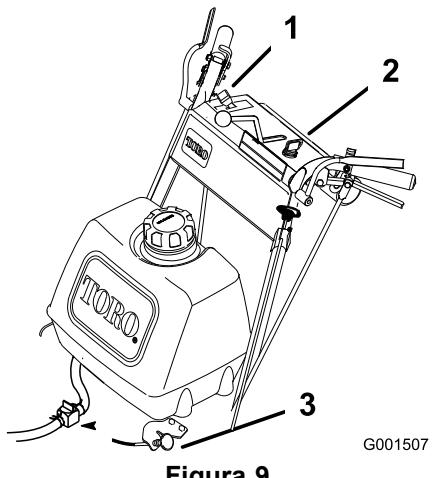

Figura 9
11. Mueva el mando del estárter a la posición de desconectado a medida que el motor se calienta (Figura 9).
1. Mueva la palanca del acelerador a lento (Figura 9).